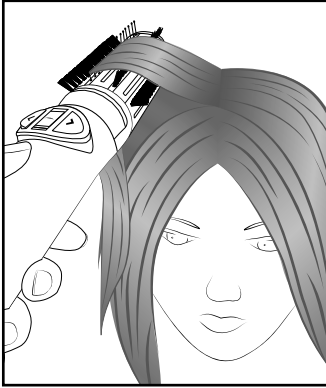

Fig. 2
- ▶ Du kan endvidere opnå mere fylde ved hårgrænsen, hvis du holder rundbørsten **8**/**9** nogle sekunder under hårtotten ved hårgrænsen (se fig. 2). Du skal gøre dette uden rotationsfunktionen, da hårene ellers sætter sig fast i børsterne!